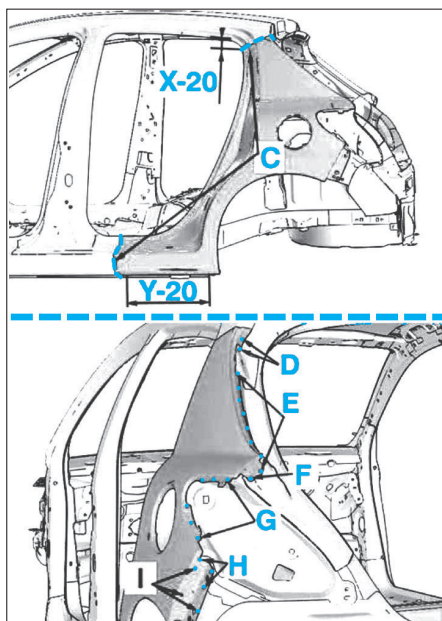
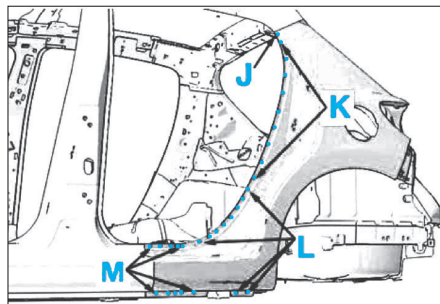

FIG. 45
FIG. 46
- Dépointer et couper aux endroits indiqués en A à M (Fig.45) et (Fig.46).